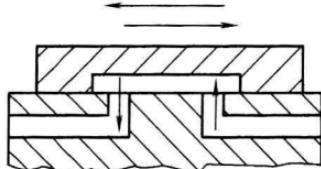

图 1-6 滑阀形
6) 滑阀形: 关闭件在垂直于通道的方向滑动, 如图 1-6 所示。